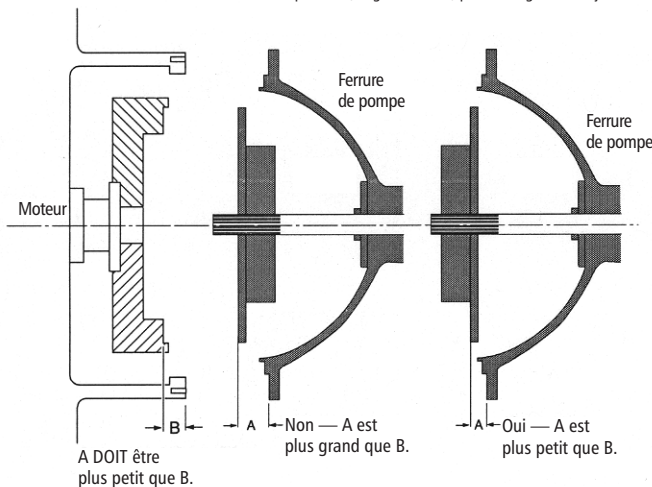

Figure 4
- Mesurer l'écart A entre la face de fixation de l'accouplement et la face de fixation de la ferrure de pompe (v. A, fig. 4).
- Mesurer l'écart B entre la face du volant servant à fixer l'accouplement et la face du carter de volant utilisée pour fixer la ferrure de pompe (v. B, fig. 4).